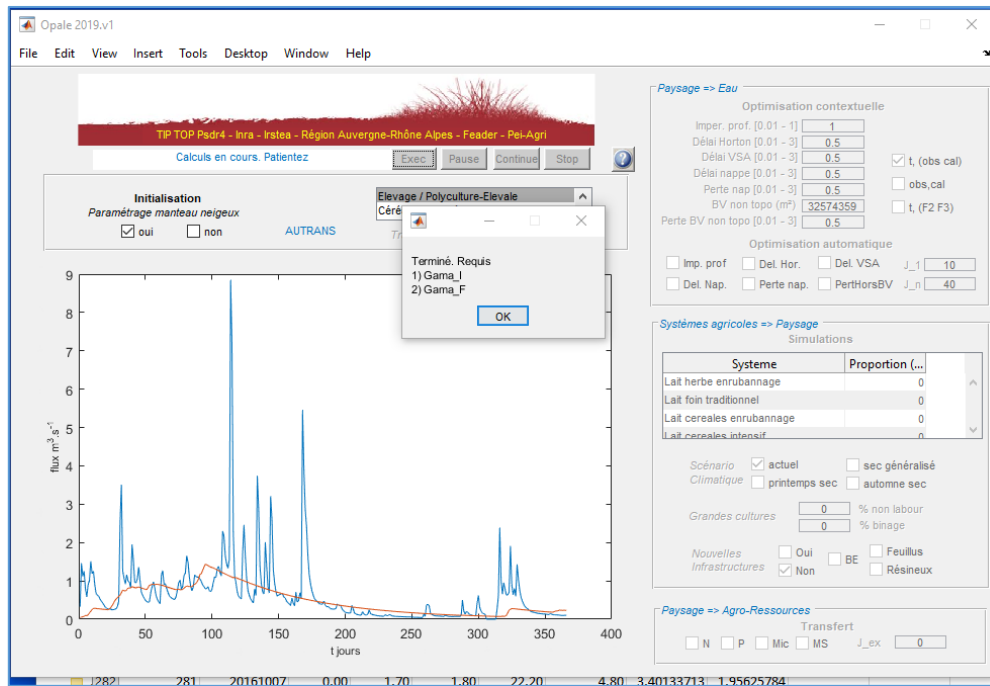

Figure 11. Fin d'exécution de « Nouveau projet »
Lorsque « Nouveau Projet » a fini son exécution, l'interface donne les informations suivantes (fig. 11) :
- le résultat du calage du modèle fonte de neige (figure centrale, trait rouge confronté aux débits de l'exutoire, trait bleu) si ce paramétrage a été sélectionné (cf fig. 8). Dans l'exemple donné ci-dessous (fig. 11), on voit qu'il y a intérêt à conserver ce paramétrage, car la base des débits observés s'appuie bien sur les flux de fonte. Si tel n'était pas le cas (flux de fonte peu variable sans correspondance avec la base de l'écoulement observé, il y a intérêt à relancer « Nouveau Projet » en n'appliquant pas de traitement manteau neigeux (case à cocher = non, fig. 8).